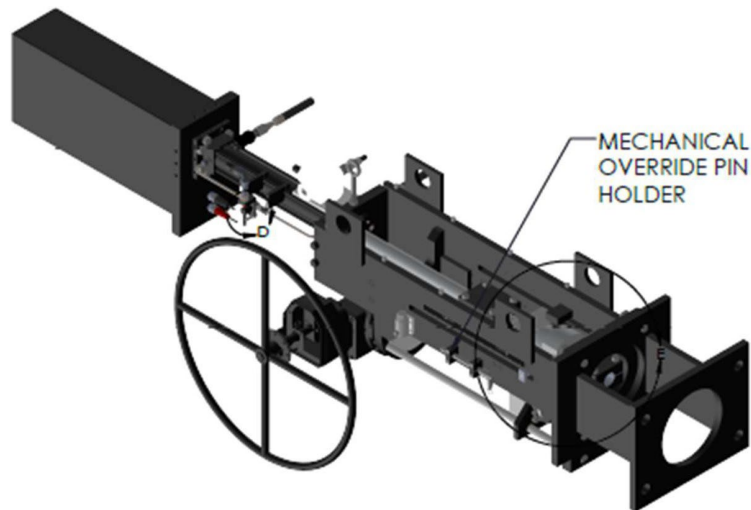

Figura 2
1. Garanta os procedimentos adequados de bloqueio e identificação para garantir que a energia seja removida do atuador e que o sistema hidráulico seja desativado. Consulte a Figura 2 para obter detalhes.